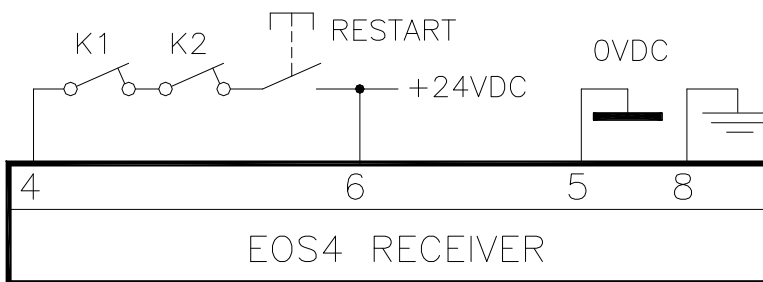

Figura 20 – Manuale con controllo K1K2
-  Nel caso di funzionamento manuale, inoltre si rende necessaria la presenza del pulsante di RESTART in serie ai contatti N.C. (feedback) dei contattori esterni K1/K2 (Figura 20).